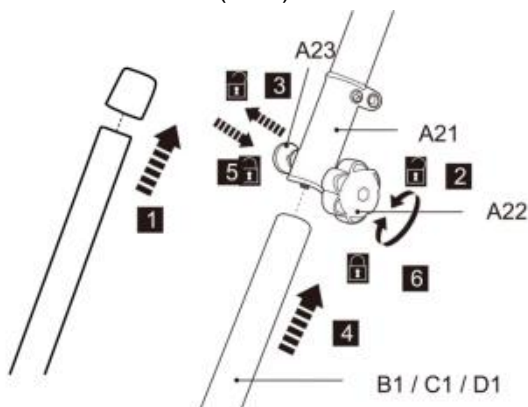

Fig. 3
2. Ta bort det förmonterade skyddskåpan från den nedre polen (B1/C1/D1) (bild 3 , steg 1).
3. Lossa låsknappen (A 22) , men ta inte bort den helt (bild 3 , steg 2).
4. Rikta in och för in den nedre polen (B 1/C 1/D 1) i låshylsan (A 21) samtidigt som du drar i fjädern. bult (A 23) (bild 3 , steg 3 och 4).
5. Vrid den nedre stängan lätt för att rikta in hålet med fjädern. bult (A23). Släpp fjädern bult efteråt för att fästa den nedre stängan på plats. Se till att fjädern bulten snäpper fast i hålet (bild 3 , steg 5).
6. Dra åt låsvredet (A 22) för att säkra anslutningen (bild 3 , steg 6).